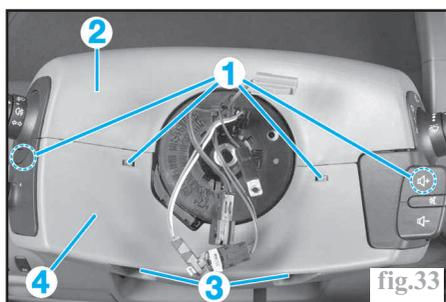

fig.33
Nota : repérer la position du volant par rapport à la colonne, roue en ligne droite. - À l'aide d'un tournevis, appuyer sur les clips (1) et déposer la coquille supérieure (2) (fig.33).